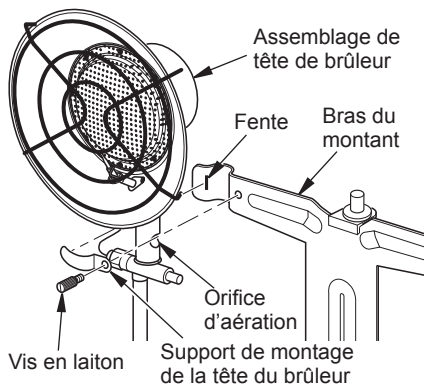

Figure 3 - Fixation de l'assemblage de la tête du brûleur au bras du montant
4. Montez l'assemblage du brûleur sur le bras du montant en utilisant les supports de montage de la tête du brûleur et les vis de laiton comme l'illustre la figure 3. Insérez le bout du support dans la fente du bras. Fixez avec une vis. Vérifiez que les orifices d'aération sur les côtés de la tubulure du brûleur ne sont pas bouchés. Serrez fermement les brûleurs en place.